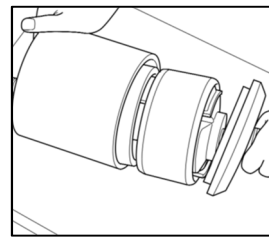

Fig. 13
15. Smontare gli utensili e rimuovere la boccola perno dall'imbuto "D" (Fig.13).